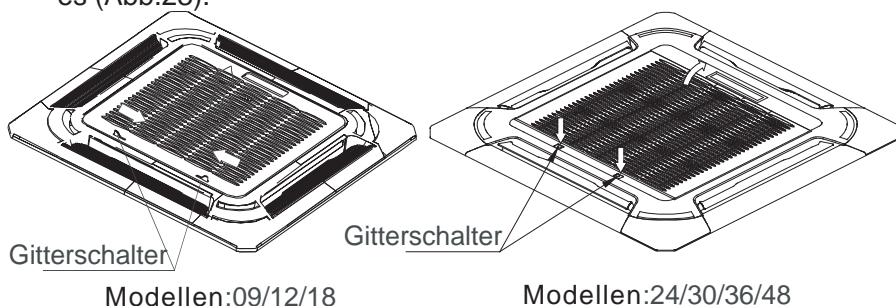

Abb.22
1. Schieben Sie zwei Gitterschalter gleichzeitig in dieselbe Richtung und ziehen Sie diese anschließend nach oben (Abb.22).